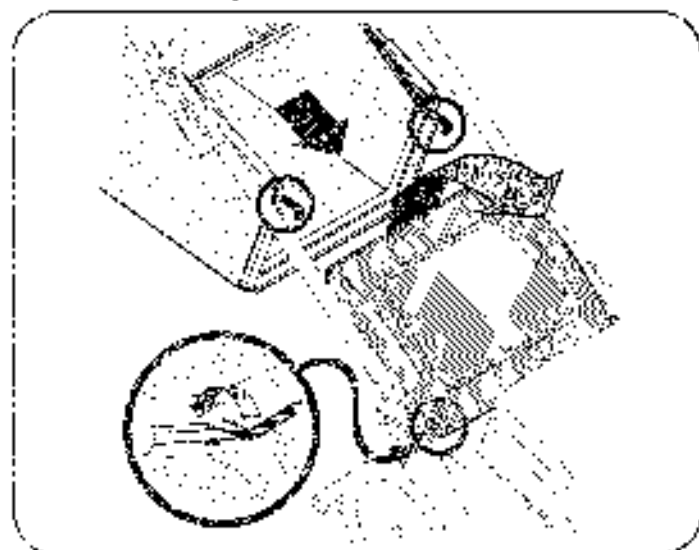

Figura 4
- Coloque el colector de césped en la cavilla de pivote. Suelte la puerta de descarga de modo que descanses sobre el colector de césped. Vea la Figura 4.